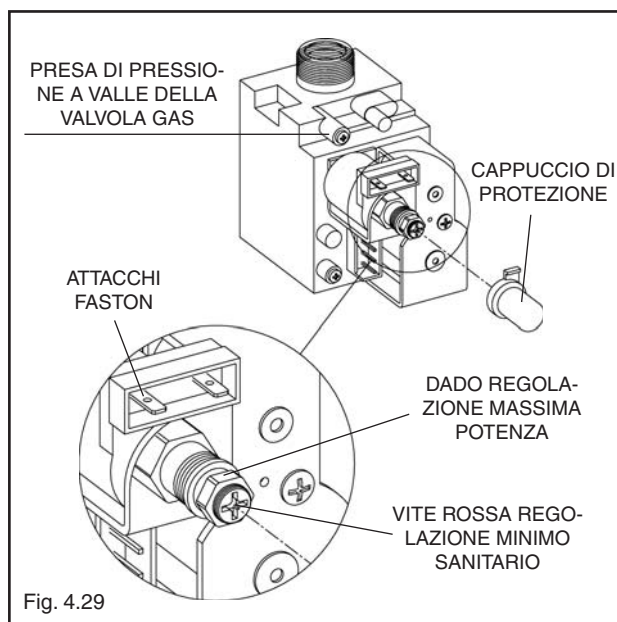

Fig. 4.29
- Con una chiave a forchetta CH10 agire sul dado di regolazione della massima potenza (fig. 4.29) per ottenere il valore indicato in tabella a pag. 7.